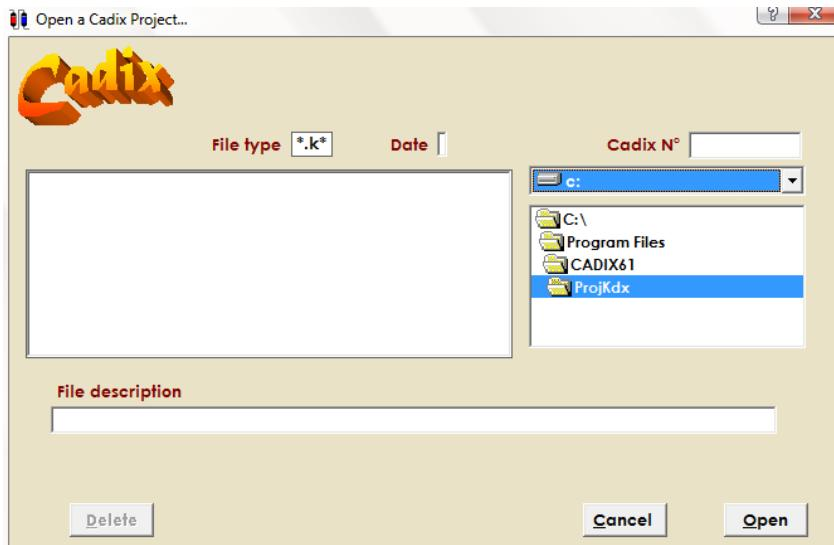

Figura 5.79: Apertura de archivos CADIX
**Abrir un archivo:** esta opción permite abrir un archivo del programa CADIX, es decir, abrir un proyecto realizado por el programa. Pinchando en el ícono se abre la ventana mostrada en la figura 5.79, en la cual se elige en la parte derecha el archivo a